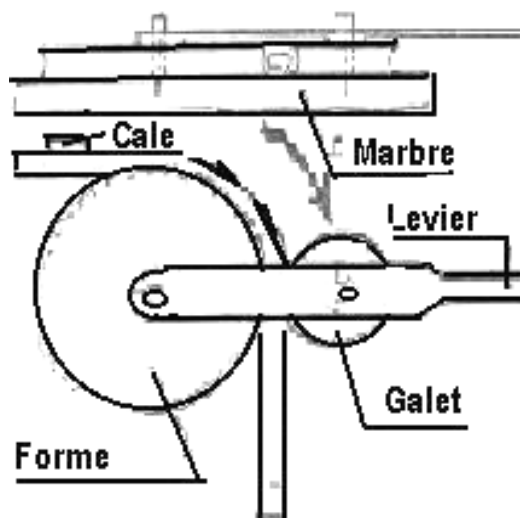

Figure 5.4 – Forme
- **Sur une forme**(voir figure 5.4)